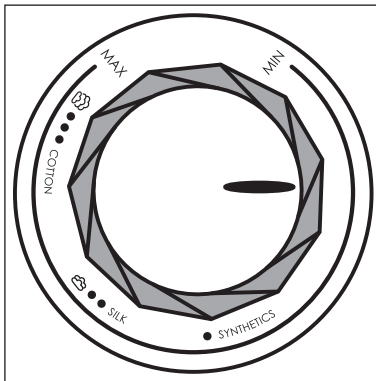

Abb. 2
- 3) Stellen Sie die geeignete Temperatur mit dem Temperaturregler **6** ein (siehe Tabelle unten und Abb. 2).